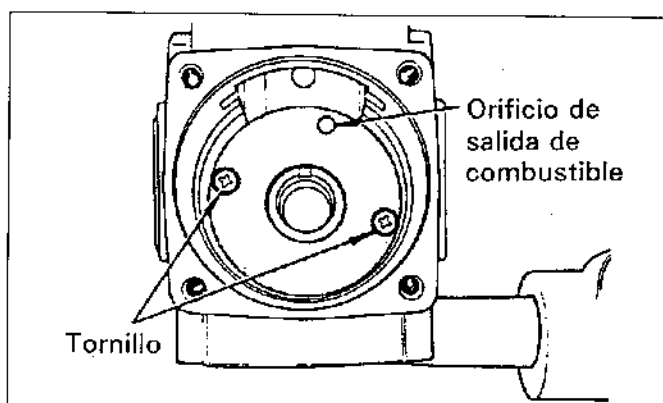

Figura.14-6 Fijación de la bomba de alimentación
(3) Apriete los tornillos de fijación de la bomba de alimentación a la torsión de apriete especificada (0,2 a 0,3kgm). Compruebe que el rotor se mueva con suavidad. (Vea la figura.14-6)